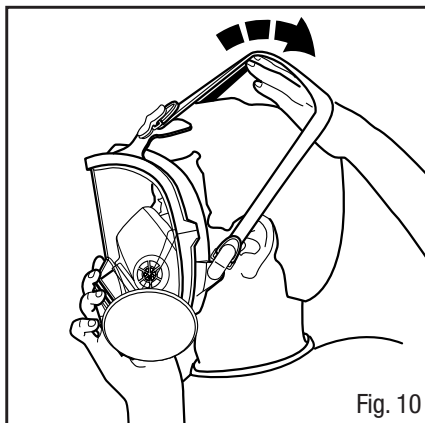

Fig. 10
1. Desserrer complètement les quatre courroies de tête. D'une main, retenir les cheveux vers l'arrière pour dégager la zone du joint facial. Placer le menton dans la mentonnière du respirateur. Tenir le masque en place et tirer le harnais de tête vers l'arrière de la tête (Fig. 10).